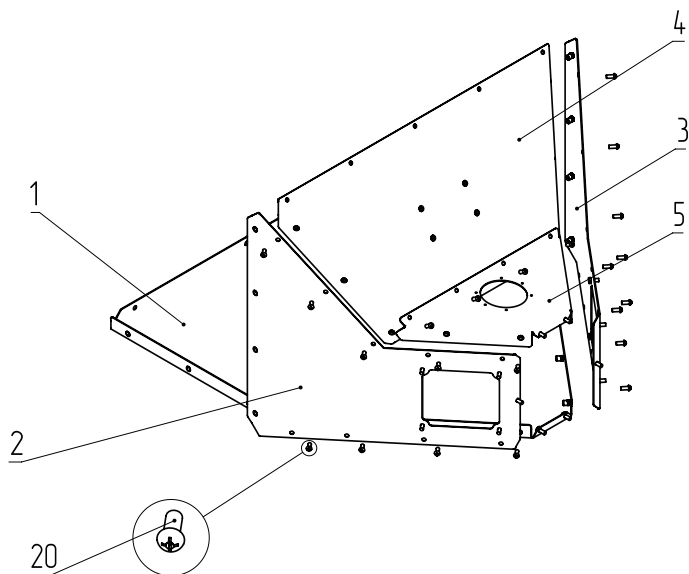
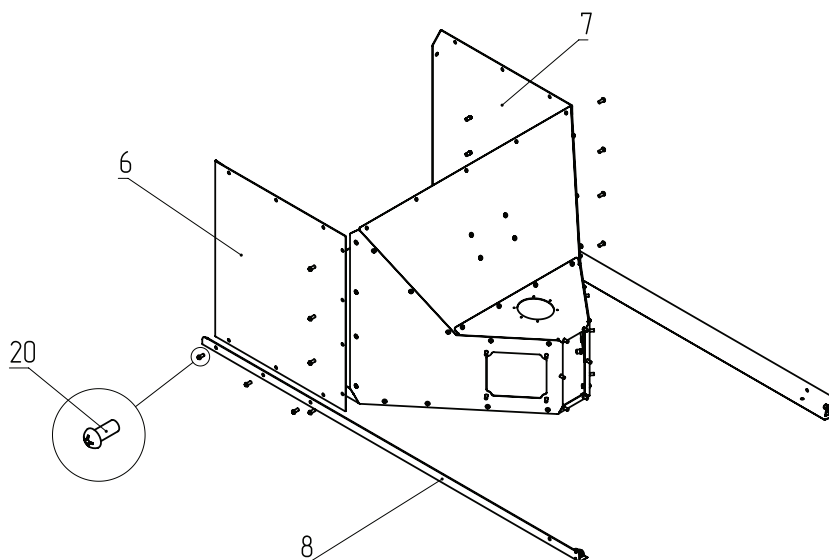
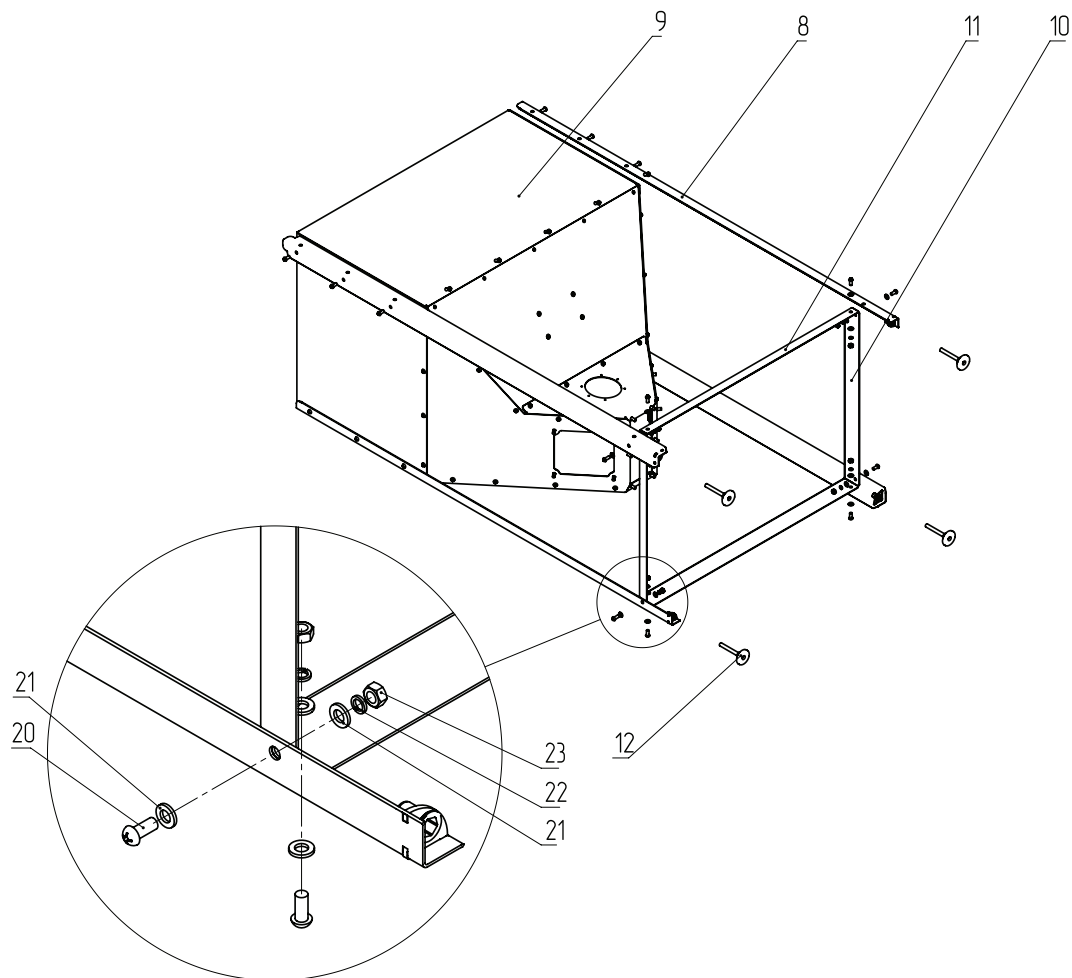

Рис.10 Порядок сборки бункера
Рис.11 Порядок сборки бункера
Рис.12 Порядок сборки бункера
1. Прикрутите к стенке главной (**Рис.10, поз.1**) стенку бункера наклонную переднюю (**Рис.10, поз.2**), стенку бункера наклонную заднюю (**Рис.10, поз.3**), стенку бункера наклонную правую (**Рис.10, поз.4**) и трапецию (**Рис.10, поз.5**);
2. Скрепите детали винтами (**Рис.10, поз.20**), как показано на **Рис.10**;
3. К собранной детали (**Рис.10**) прикрутите стенку верхнюю переднюю (**Рис.11, поз.6**), стенку верхнюю заднюю (**Рис.11, поз.7**) и стойки бункера (**Рис.11, поз.8**);
4. Зафиксируйте их винтами (**Рис.11, поз.20**), как показано на **Рис.11**;
5. К собранной детали (**Рис.11**) прикрутите стенку верхнюю правую (**Рис.12, поз.9**) и стойки бункера (**Рис.12, поз.8**) и зафиксируйте их винтами;
6. Укрепите стойки бункера поперечными перекладинами (**Рис.12, поз.11**);
7. Зафиксируйте их винтами (**Рис.12, поз.20**), шайбами (**Рис.12, поз.21, 22**) и гайками (**Рис.12, поз.23**), как показано на **Рис.12**;
8. В стойки бункера вкрутите опоры резьбовые регулируемые (**Рис.12, поз.12**). Данные опоры служат для регулирования высоты и уровня бункера.
4. Закрепите механизм подачи (верхний) к стенке наклонной правой (Рис.10, поз.4) четырьмя винтами (Рис.10, поз.31);